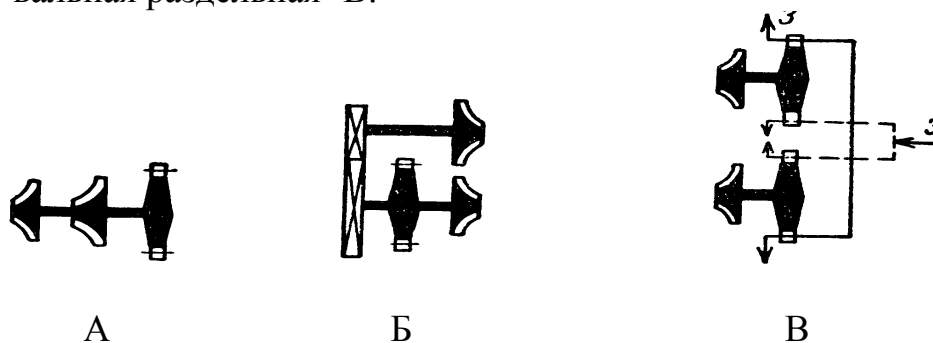

Рис.3
16. Укажите схему компоновки насосов и турбин ТНА, имеющих наибольшее применение в ЖРД (рис.3):